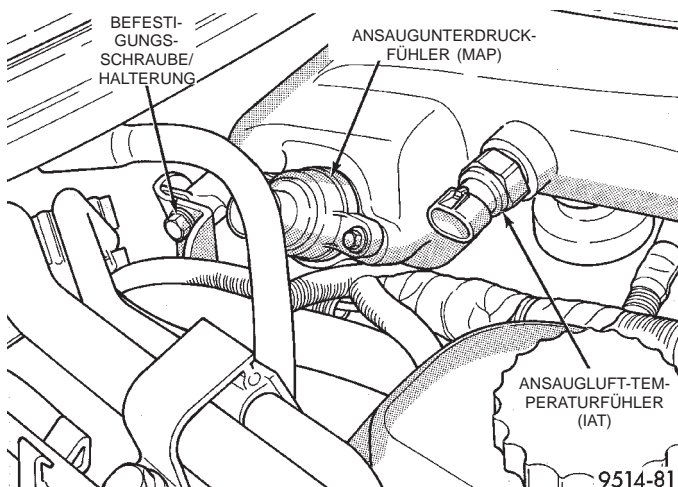

Abb. 33 Ansaugluft-Temperaturfühler (IAT), Ansaugunterdruckfühler (MAP) und Befestigungsschrauben der linken Halterung des Ansaugluftsammlers
(1) Das externe Batterie-Minuskabel am Federbeindom abklemmen.
(2) Steckverbinder vom Ansaugunterdruckfühler (MAP) und vom Ansaugluft-Temperaturfühler (IAT) abziehen (Abb. 33).
(3) Die Befestigungsschraube der Halterung des Ansaugluftsammlers hinter dem MAP-Fühler lösen (Abb. 33).